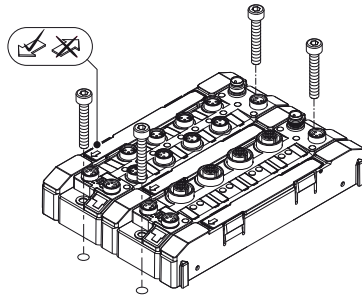

Abb. 4: Gerät auf Montageplatte befestigen
- Modul oder Modulverbund gemäß **Abb. 4: Gerät auf Montageplatte befestigen** befestigen.